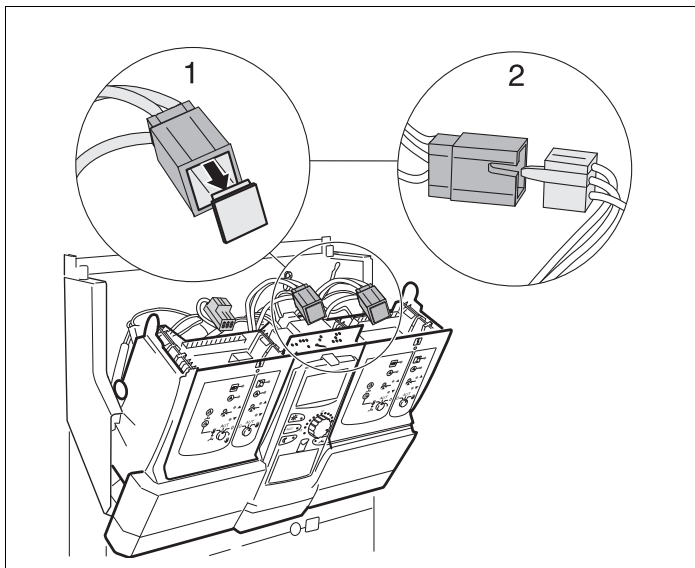

Рис. 8 Подключение разъема 2 к электросети
- Удалите заглушку (→ рис. 8, [1]) трехполюсного штекера (на жгуте проводов).
- Вставьте соединительный штекер (230 В) модуля в трехполюсный штекер (→ рис. 8, [2]).